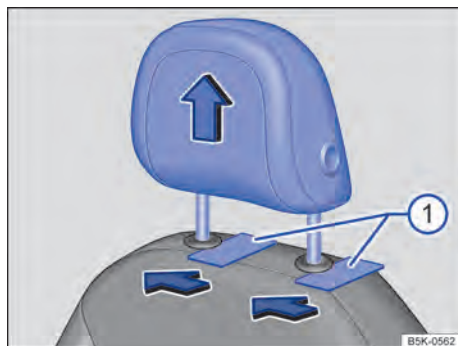
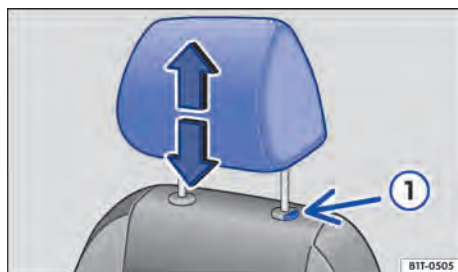

Fig. 81 No banco dianteiro: remover o apoio para cabeça (variante 1).
Fig. 82 No banco dianteiro: remover o apoio para cabeça (variante 2).
2. *Variante 1:* introduzir objetos planos entre o revestimento do encosto do banco e as capas de cobertura das barras de guia do apoio para cabeça, por exemplo, cartões de plástico → Fig. 81 ①. Retirar completamente o apoio para cabeça.
Variante 2: retirar o apoio para cabeça com o botão → Fig. 82 ① pressionado.
2. Empurrar o apoio para cabeça para baixo com o botão → Fig. 81 ① ou → Fig. 82 ①.